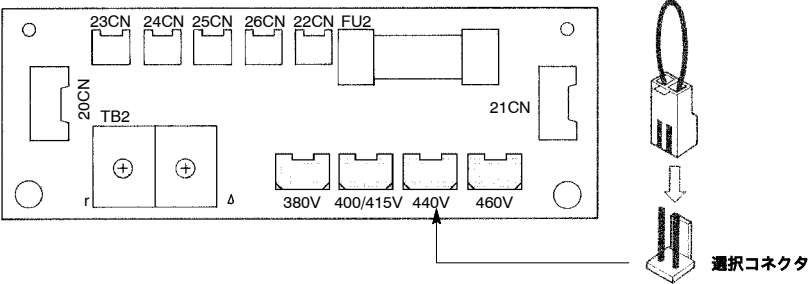

図 5.1 電源電圧の選択 (400 V 級 18.5 kW ~ 45 kW のインバータの例)
3. インバータに供給する電源電圧に対応した位置に、コネクタを挿入してください (図 5.1 参照)。